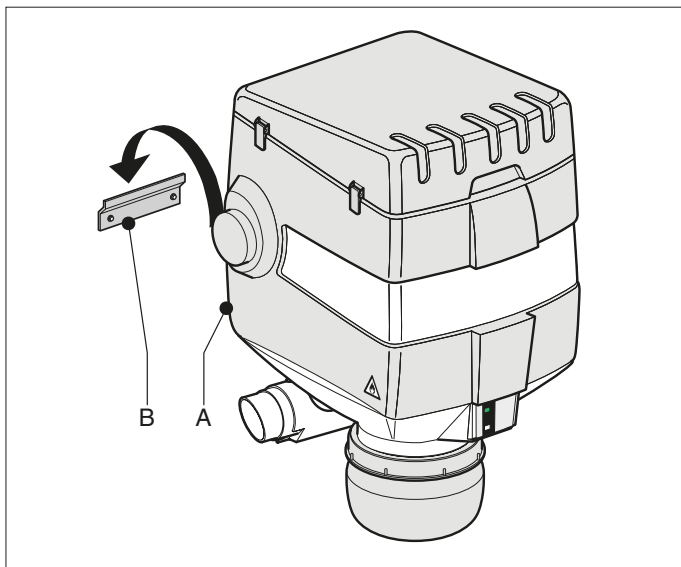

Fig. 4.3
- Placez l'ensemble du SFS (Fig. 4.3 A) sur la console murale (Fig. 4.3 B).